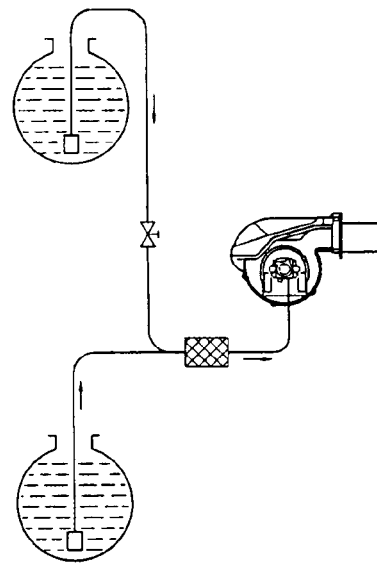

Рис. 26
- байпас внутри насоса (Рис. 26). Подсоединить к насосу только один гибкий шланг всасывания. Вытащить винт (6) (Рис. 33) доступный через обратную трубу: внутренний байпас открыт.
Если подается топливо одной трубой (Рис. 26), винт необходимо выкрутить.